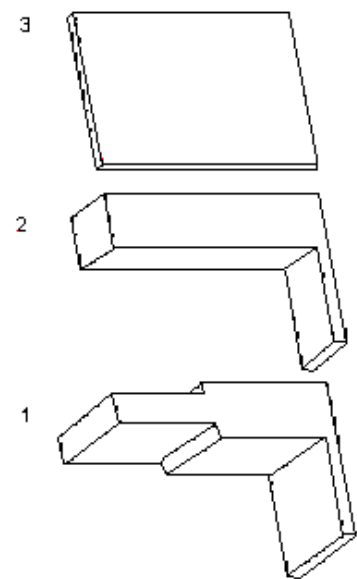

Рис. 1. Разбиение КОНСТРУКЦИИ на ПОДКОНСТРУКЦИИ
- 3 - плита перекрытия (рис.1).